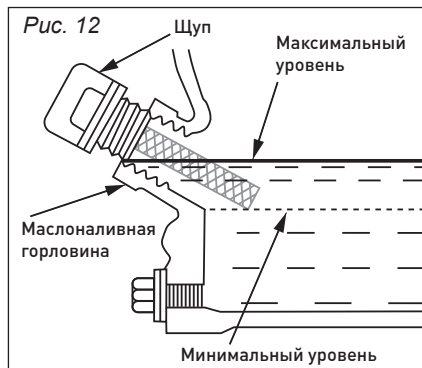

Рис. 12
4. Проконтролируйте уровень моторного масла, при максимальном уровне, моторное масло доходит до края резьбы маслосаливной горловины (рис. 12).